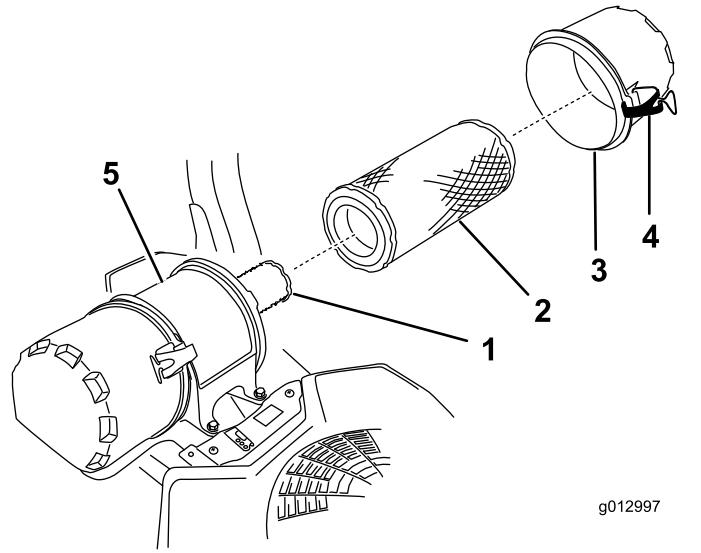

Figure 47
6. Ouvrez les dispositifs de verrouillage du filtre à air et détachez le couvercle du boîtier du filtre (Figure 47).
8. Sortez le préfiltre du boîtier du filtre avec précaution (Figure 47).
- Si vous remplacez l'élément intérieur, insérez-le avec précaution dans le boîtier du filtre (Figure 47).
- Placez ensuite le préfiltre sur l'élément intérieur avec le même soin (Figure 47).
- Remettez en place et verrouillez le couvercle du filtre à air (Figure 47).